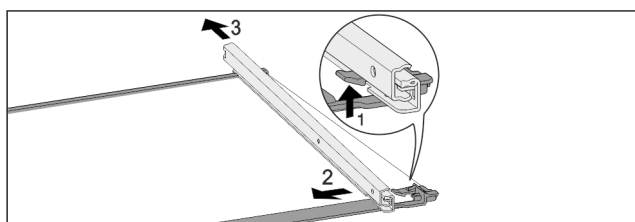

Fig. 122 Tablette en verre avec rails
- Pousser le crochet d'enclenchement avant vers le bas. Fig. 122 (1)
- Pousser le rail télescopique vers le côté Fig. 122 (2) et vers l'arrière Fig. 122 (3).